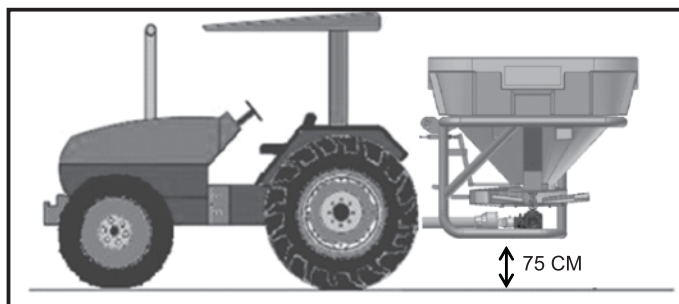

Fig. 01
i) O distribuidor deve ser nivelado horizontalmente em relação ao solo para obter uma distribuição uniforme do produto. A altura de nivelamento, medida do solo até o disco do distribuidor deve ser de 75cm. (fig. 01)